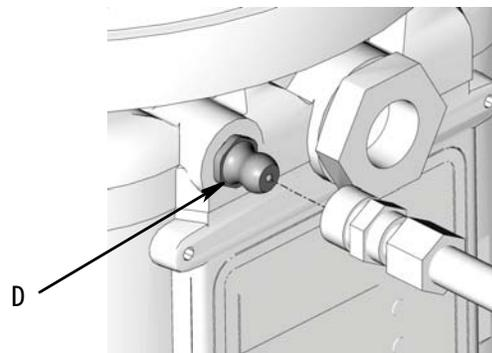

図 21
- 油受けの充填前には必ず入口取り付け金具 (D) (図 21) を清潔な乾いた布で拭いて下さい。埃および / あるいはゴミによりポンプおよび / あるいは潤滑システムが破損する可能性があります。